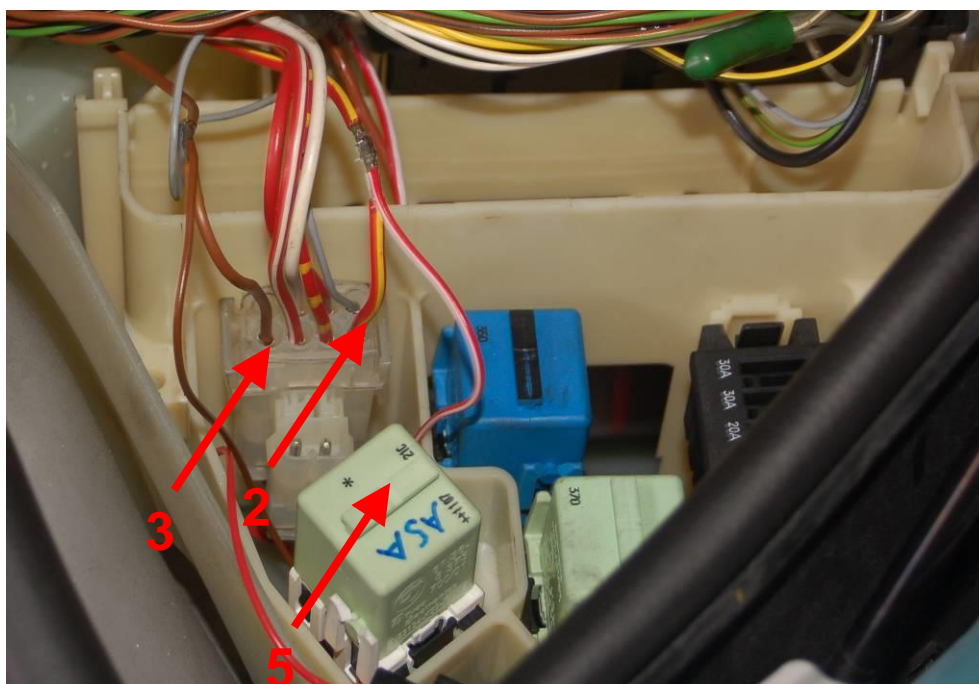

Abbildung 44
- Abdeckung Xenonvorschaltgerät nach Bildern bearbeiten und Schraube (1) mit Gummipuffer der dort serienmäßig als Lagerung des Luftfilterkastens sitzt wieder festziehen (Abbildung 44 und 45)